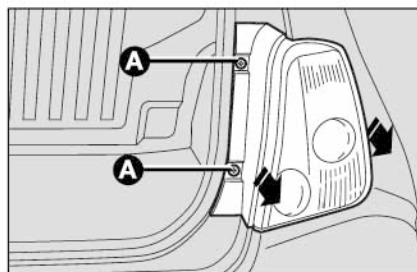

Рис. 26
- выверните два винта крепления **А** (рис. 26) и снимите фонарь в сборе в продольном направлении, не поворачивая его;